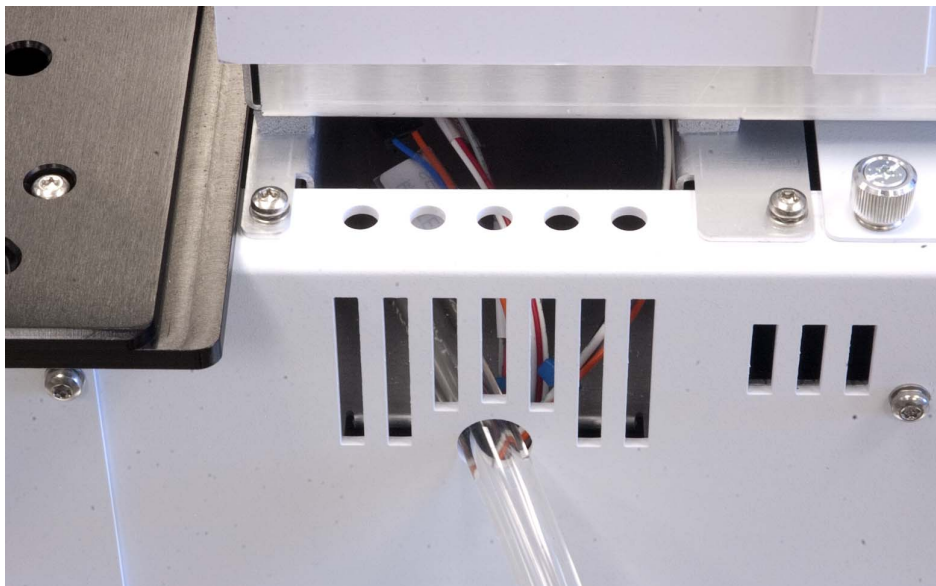

図 95 廃液チューブはシャーシの穴を適切に通り、ケーブルはメインフレームシャーシの開口部に適切に収納されている
- 41 メインフレーム背面のケーブルと廃液チューブが図 95 のようになっている (突き出したケーブルがなく、チューブがまっすぐでよじれていない) ことを確認します。